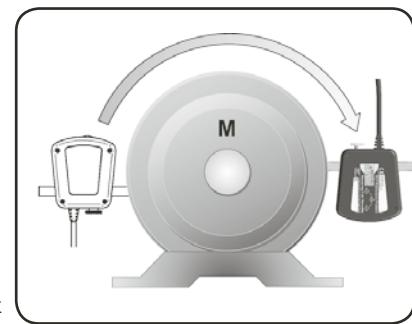

Abb. 18. Einstellung auf 3-Uhr-Position
- Folgen Sie dem nächsten blinkenden Kreissymbol auf dem Display und drehen Sie die Wellen mit den Messeinheiten auf die 3-Uhr-Position (Abb. 18).